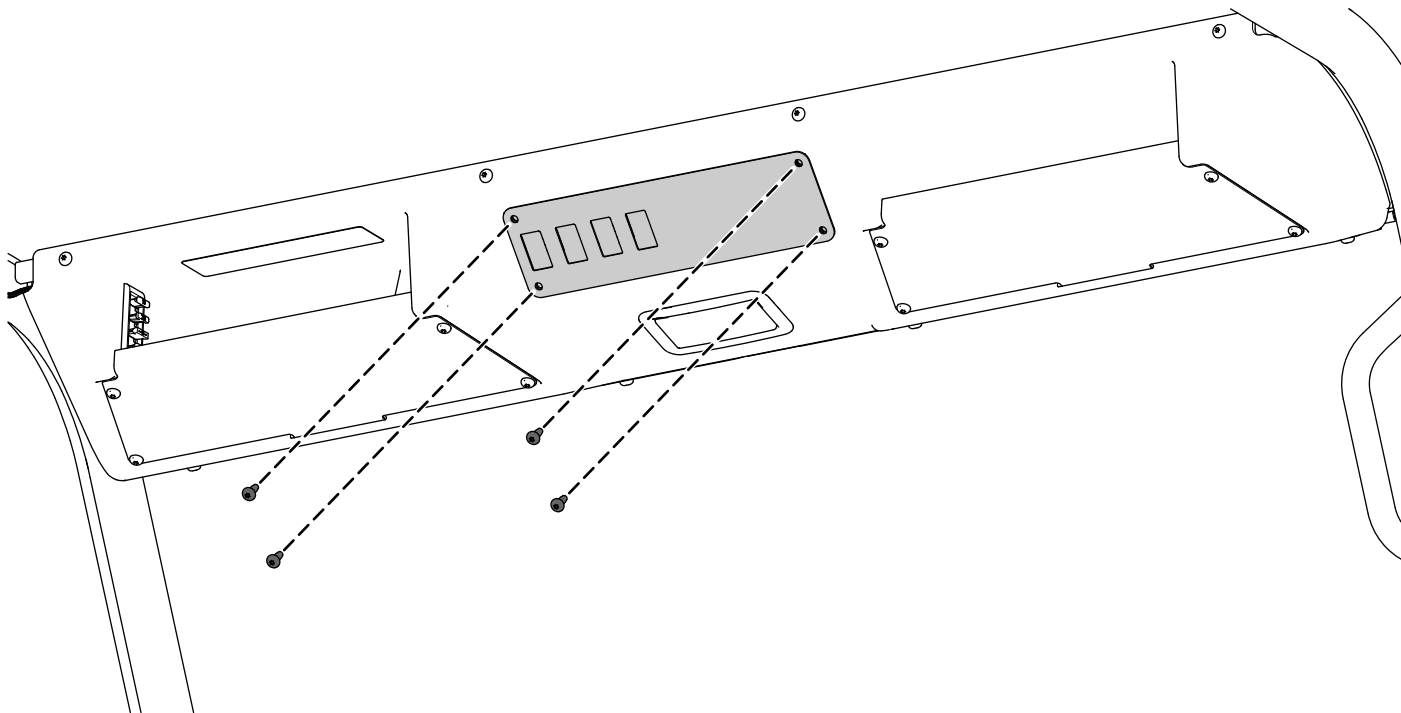

Рисунок 9
6. Прикрепите кронштейн переключателя консоли к 4 гайкам из листового металла с помощью 4 самонарезающих винтов ($\frac{1}{4} \times \frac{5}{8}$ дюйма), как показано на Рисунок 9.